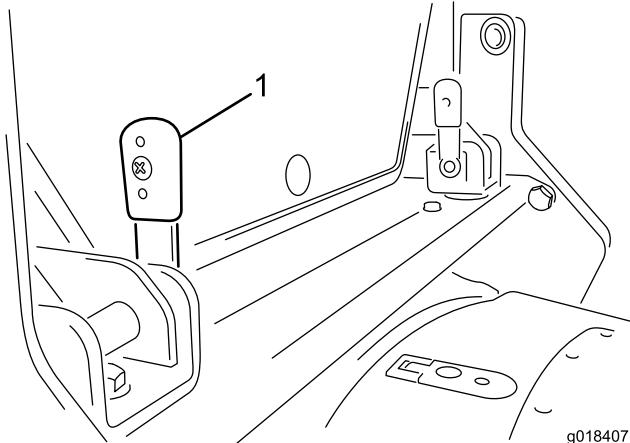

図 16
1. キャブの後部についているロッキングレバー(2本)を上向きにする(図16)。
3. 縦位置になっているレバー(図16)を、ブラケットにセットする。レバーのセットには多少の手間がかかるかもしれません。ロッキングペグとスロットとをきちんと整列させてレバーを差し込んでください。